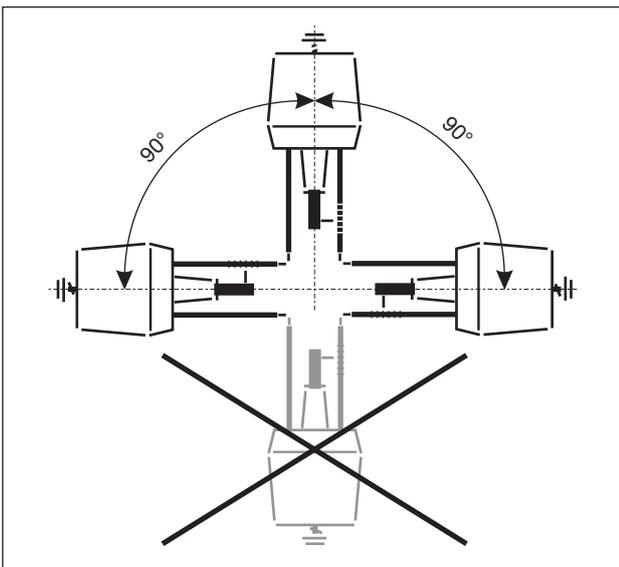

Bild 2
- Die Einbaulage ist beliebig mit Ausnahme „Haube nach unten“ (Bild 2)